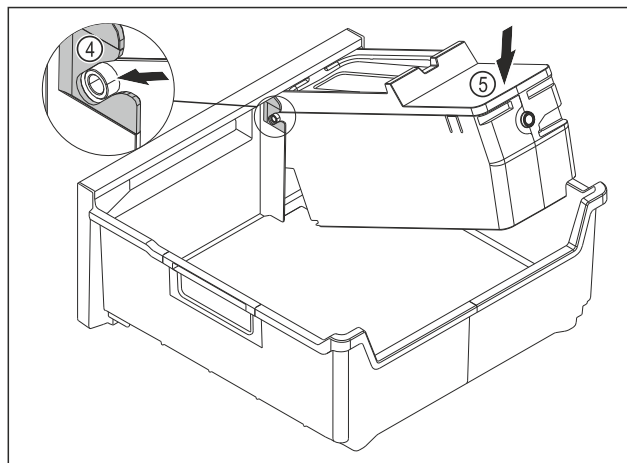

Fig. 216
- ▶ Montaż korpusu EasyTwist-Ice: Wsuwać osie korpusu EasyTwist-Ice w prowadnice Fig. 216 (4).
- ▶ Docisnąć korpus EasyTwist-Ice Fig. 216 (5) z tyłu do dołu.